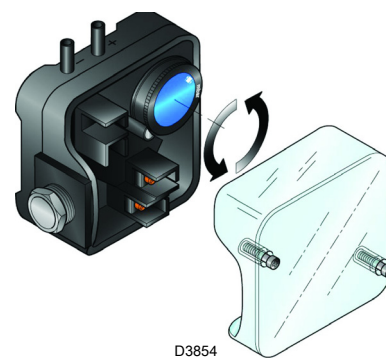

图 35
- 调节最小燃气压力开关 (图 35) 至量程的起始位置。
上述调整结束后，开始设定风压开关（图 35），此时风压开关应置于量程开始位置。